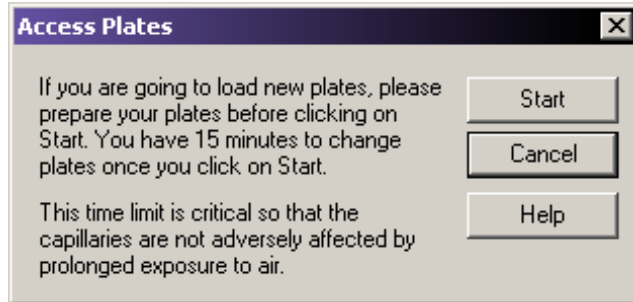

图 3.27 通道板对话框
**说明** 使用“图 3.27 用户可访问的硬件组件”查看本部分引用的硬件组件。